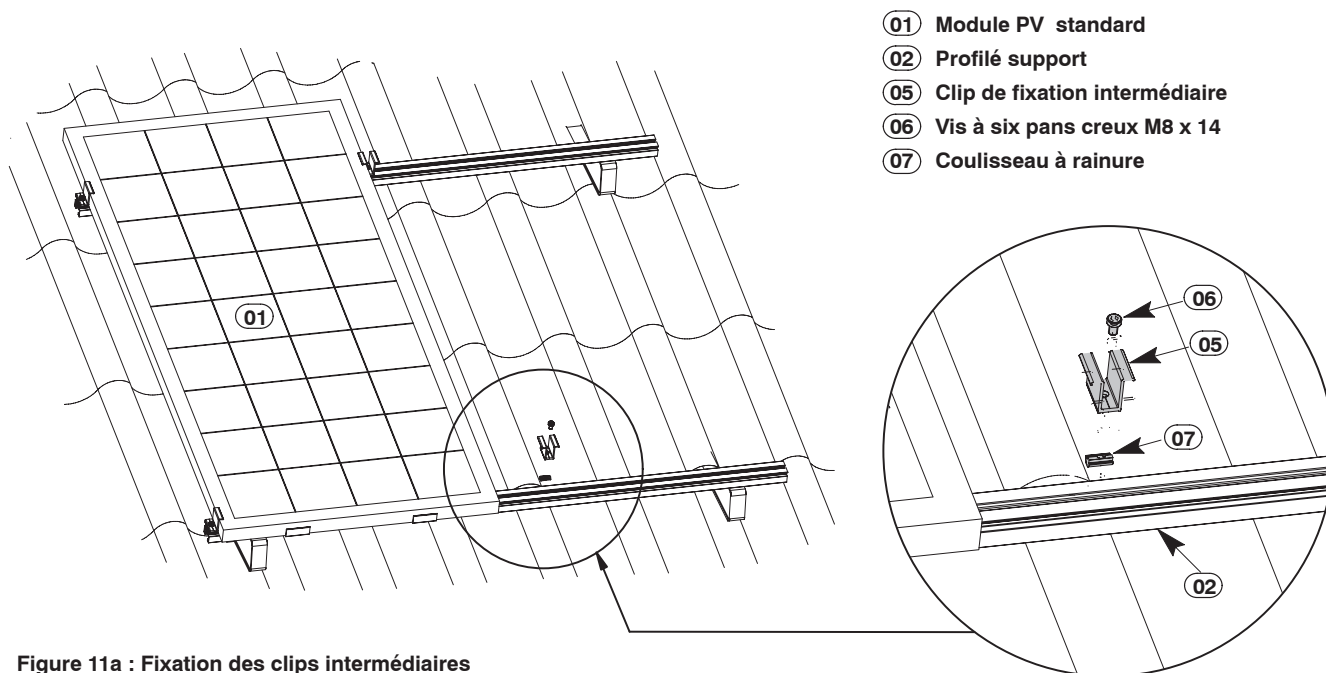

Figure 11a : Fixation des clips intermédiaires
- 1.) Insérer les coulisseaux à rainure (07) dans les profilés support pour la fixation du deuxième module PV.
- 2.) Monter les clips de fixation intermédiaires (05) au moyen des vis (06) et des coulisseaux à rainure (07) sur les profilés support (02), tel qu'il le représente la figure 11a.